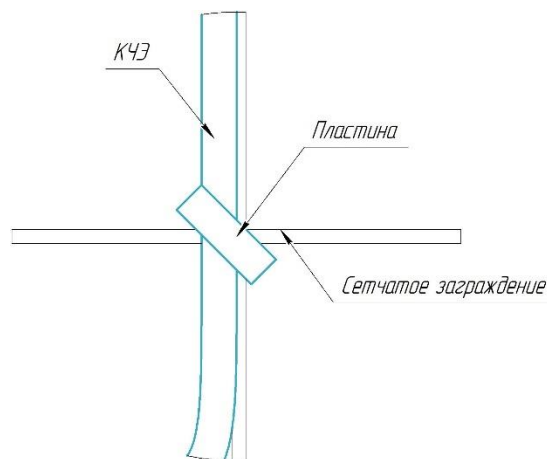

Рисунок 2
- 5) Кабельные ЧЭ НЧ и ЧЭ ВЧ крепить пластинами (Рисунок 2) или металлическими стяжками из комплекта монтажных частей КМЧ-СК или комплекта монтажных частей КМЧ-СП (комплект монтажных частей КМЧ-СК,